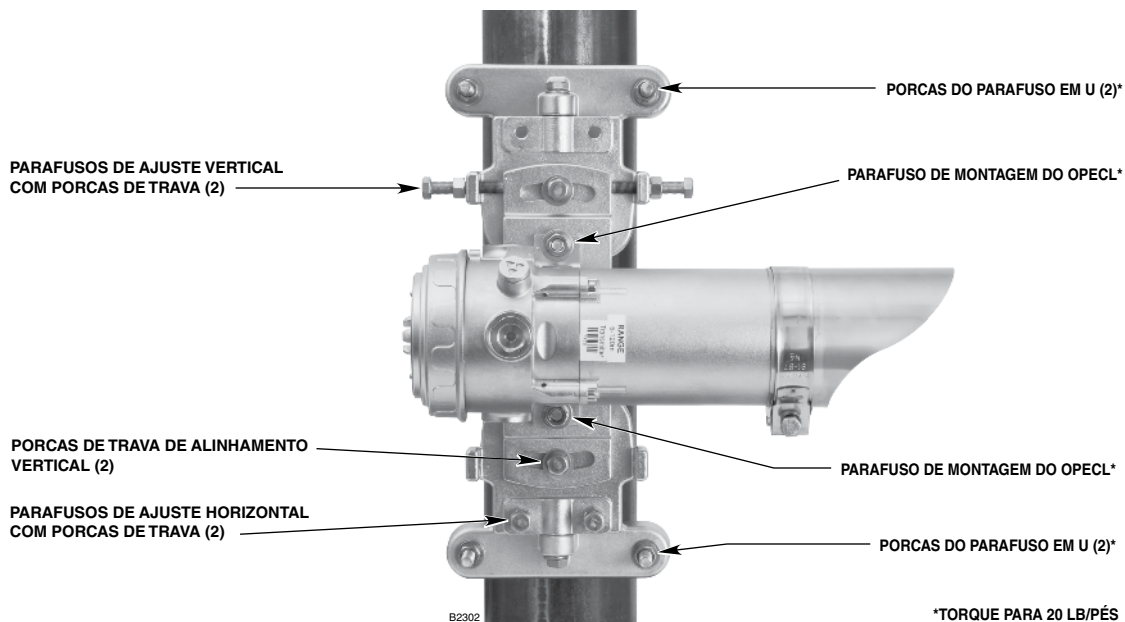

Figura 18 — Hardware de alinhamento e montagem do OPECL (exibido o módulo do transmissor)
3. Afrouxe as porcas de trava dos parafusos de ajuste de alinhamento para que seja possível apertar ou soltar livremente os parafusos com o propósito de realizar o alinhamento. Afrouxe, depois aperte com a mão as duas porcas de trava de alinhamento vertical. Consulte a Figura 18. Neste ponto, deve ser fácil ajustar a unidade nas posições vertical e horizontal com pouca ou nenhuma folga de ajuste.